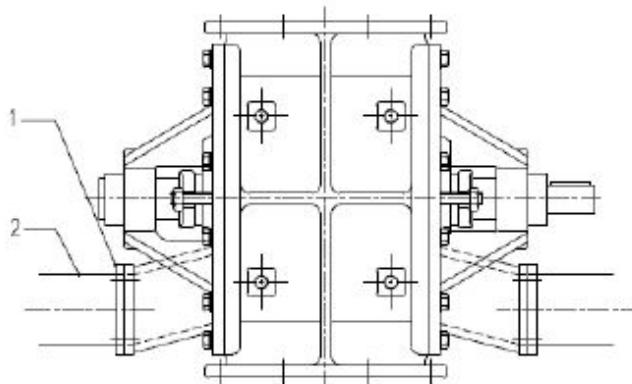
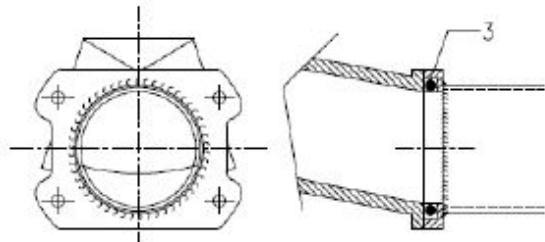

Рис. 10
Рис. 11
- Разберите соединительный фланец (Рис.10 - Поз.1) и удалите уплотнительное О-кольцо (Рис.11 - Поз.3).
- Приварите к трубам системы пневмотранспорта (Рис.10 - Поз.2) ответные фланцы (Рис. 11).